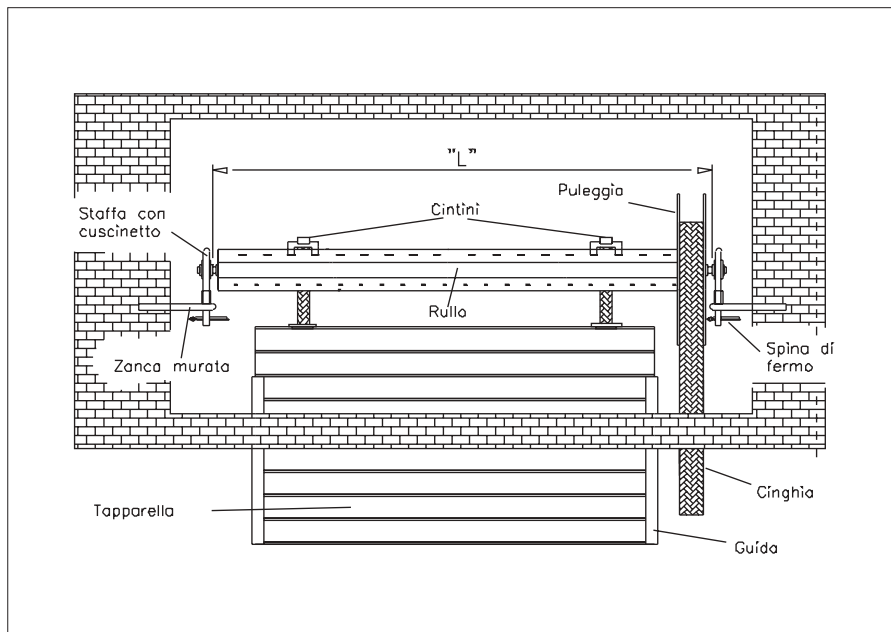

Fig. 2.1
2. SMONTAGGIO DEL RULLO ESISTENTE (vedi fig. 2.1)